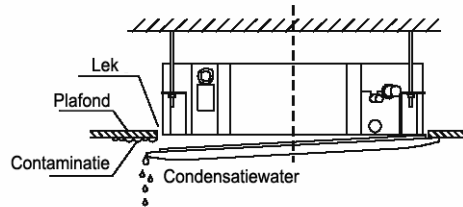

Figuur 11
- Plaats de oscillatiemotor van het paneel op één lijn met de afdichtingen van de leidingen van het hoofdelement. (Zie figuur 11)
- tel het paneel lichtjes bij in de richting van de pijl van figuur 11 (4) om het middelpunt te doen samenvallen met de plafondopening. Zorg ervoor dat de haken van de vier hoeken stevig zijn verankerd.